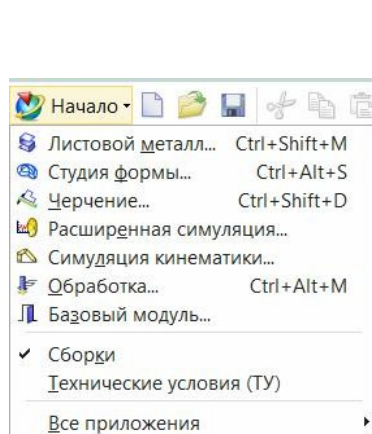
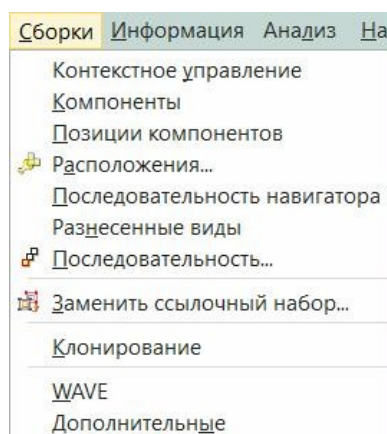
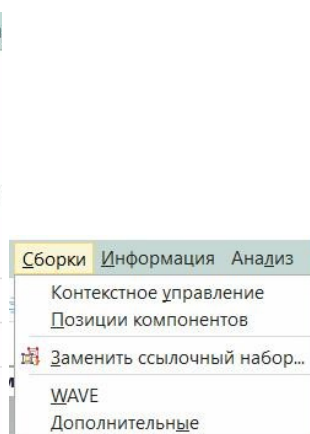

рис.1
рис.2
рис.3
- Когда вы в системе NX приступаете к работе со сборками, нужно чтобы в падающем меню «Начало» была включена **птичка против строки «Сборки»** (рис.1). В этом случае в падающем меню «Сборки» будут представлены все необходимые команды (рис.2). В противном случае, число инструментов в падающем меню «Сборки», будет значительно сокращено (рис.3).
- Во-первых, это *падающее меню Сборки* (рис.2).
- В дальнейших пояснениях мы чаще всего будем обращаться к командам падающего меню (рис.2).